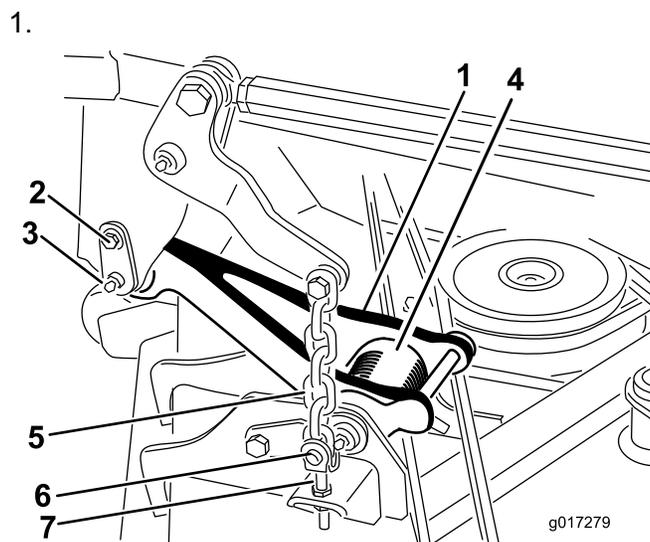

Figura 1
Nota: Quando il piatto è sollevato, si riduce la tensione delle molle di torsione dei collegamenti di trazione (Figura 1), favorendo notevolmente il distacco dei collegamenti di trazione dalla macchina.
2. Staccate il collegamento di trazione da ogni lato della macchina (Figura 1).
- A. Rimuovete la vite a perno che fissa il perno di ancoraggio al telaio portante (Figura 1).
- B. Estraiete con cautela il perno di ancoraggio dal telaio portante e dal collegamento di trazione (Figura 1).
5. Rimuovete i bulloni e i dadi che fissano le 4 catene di sollevamento ai relativi bracci sul piatto (Figura 1).